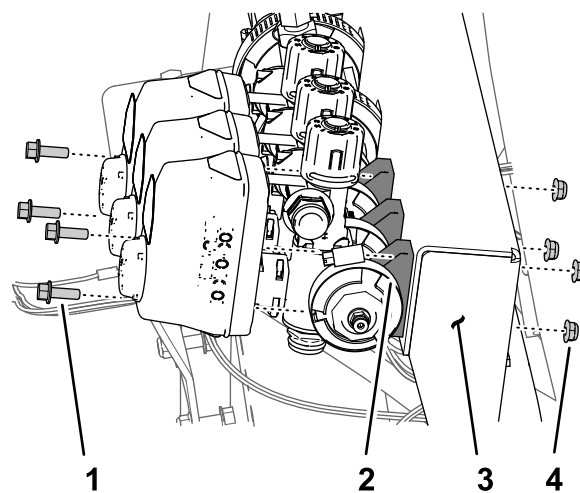

Figura 66
1. Retire os 2 parafusos de cabeça flangeada (1/4 x 3/4 pol.) e as 2 porcas de bloqueio (1/4 pol.) que prendem a válvula da secção da rampa esquerda à montagem do coletor (Figura 66).
2. Retire os 2 parafusos de cabeça flangeada (1/4 x 3/4 pol.) e as 2 porcas de bloqueio (1/4 pol.) que prendem a válvula da secção da rampa direita à montagem do coletor (Figura 66).
3. Retire a braçadeira de flange de 40 a 64 mm e a junta de 25 x 35 mm que prendem a flange da válvula da secção esquerda ao adaptador (Figura 66).